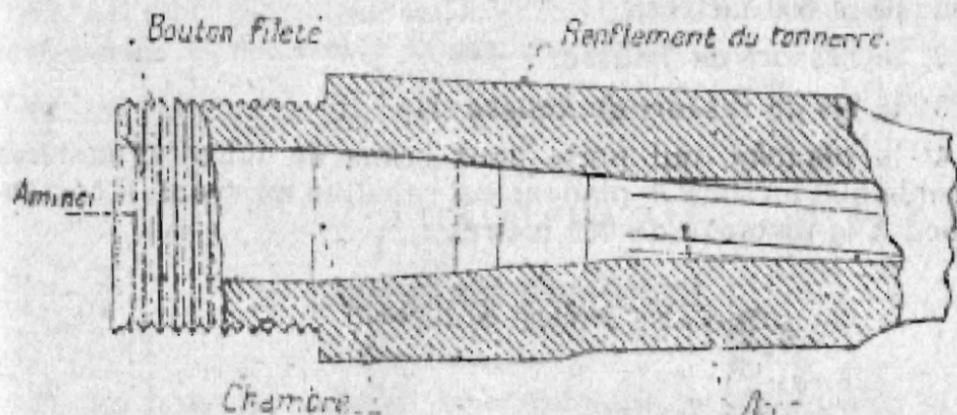

Fig. 1. — Canon. (Partie postérieure.)
65. **Intérieur** (fig. 1); l'âme, du calibre de 8 millimètres (1),
66. **Extérieur** (fig. 1 et 2) : la *tranche de la bouche*; le *petit tenon d'épée-balonnette* et l'*embase du guidon*, tous les